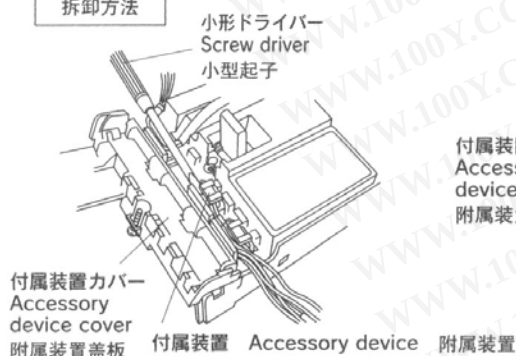

図1 Fig. 1 图1
- ① 付属装置の端子番号及接続図表示在产品上或者另外所附。将附属装置装配完毕后、请按照连接图确认动作。
- ② 拆卸附属装置时、请先使断路器脱扣、然后、按照安装的反顺序来进行。抽出时、请注意不要拉扯导线及端子台、用一字形起子及小钳子等将附属装置从安装位置开始往上移动。(图1)
- ③ 请不要将附属装置拆开。
- ④ 请不要使用附在主体上的附属装置盖板螺钉以外的螺钉。(螺钉丢失时、请咨询弊社。)
- ⑤ 请将附属装置盖板螺钉的紧固次数设定在3次以下。
- ⑥ 辅助・警报开关以及防止烧坏触头的白色杠杆部位涂有润滑剂、请不要触摸。